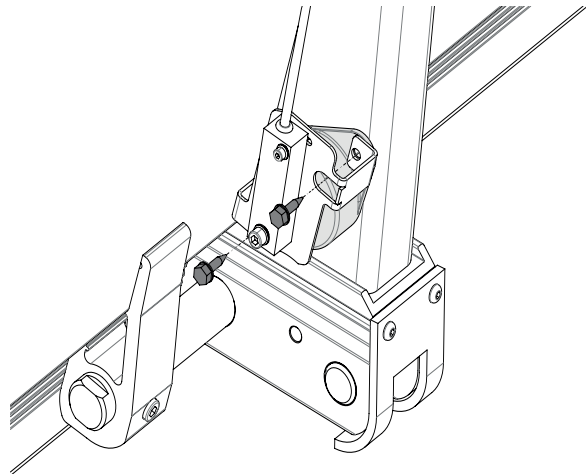

Abb. 37. Den Winkelsensor IFM mit der mitgelieferten Halterung über dem runden Winkelsensor montieren.
2. Den Winkelsensor IFM und die mitgelieferte Halterung mit den mitgelieferten Schrauben über dem runden Winkelsensor montieren. Siehe Abb. 37.